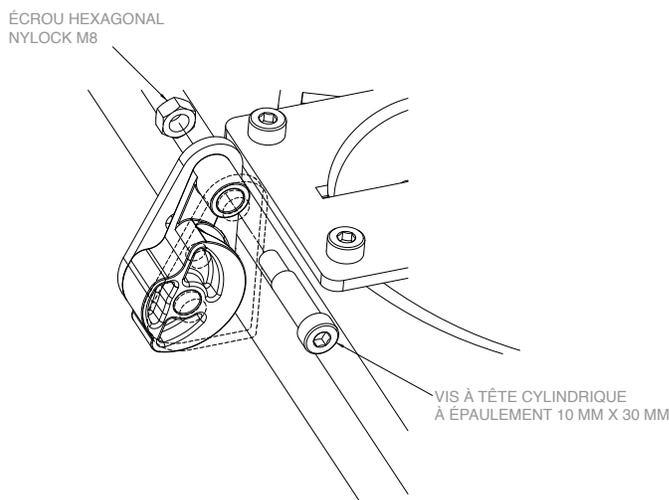

Figure 5
- Insérez le guide-câble entre l'épaulement situé vers l'arrière de la base du chasse-neige. Insérez un boulon à épaulement de 10 mm x 30 mm dans le trou supérieur de l'épaulement pour retenir le guide-câble. Terminez avec un écrou de blocage de 8 mm. Consultez la Figure 5.